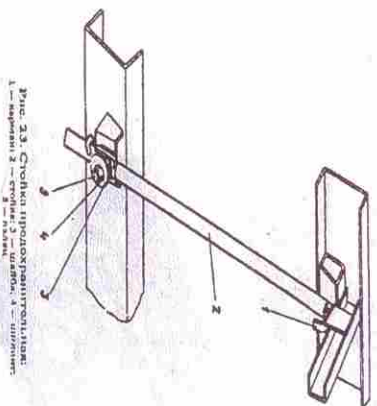

Рис. 23. Стойка предохранительная: 1 — веревка; 2 — стержень; 3 — крючок
4.11. Стойка предохранительная (см. рис. 23) Предохранительная стойка